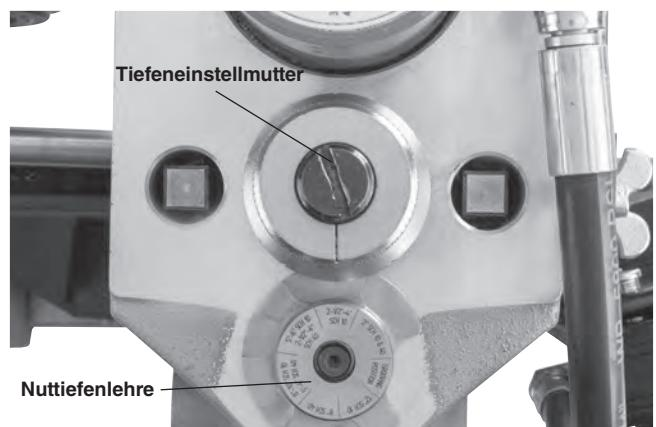

Abbildung 17A – Richtigte Stufe des Messgeräts unter dem Einstellkopf platzieren
3. Stellen Sie die Nuttiefelehre so ein, dass sich die richtige Stufe der Lehre unter dem Kopf der Einstellschraube (*Abbildung 17A*) befindet. Die Nuttiefelehre ist für die Verwendung in Verbindung mit Rohren konzipiert. Siehe „Einstellen des Nutdurchmessers für Kupferrohre“ hinsichtlich der Verwendung mit Kupferrohren.